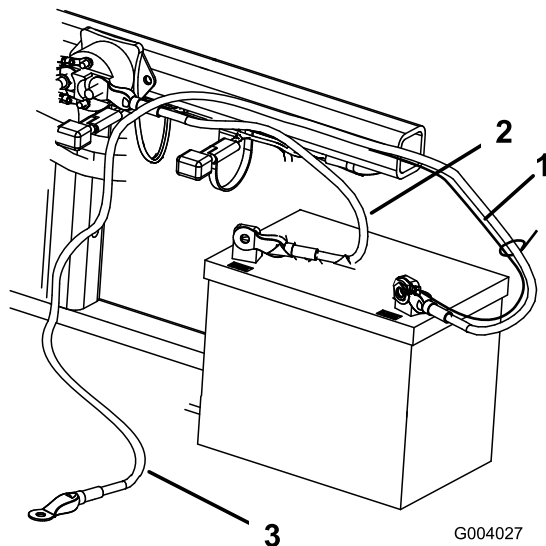

Figura 5
2. Conecte el cable positivo (rojo) al borne positivo (+) con un perno y una contratuerca de 1/4 x 5/8 pulg. (Figura 5).
3. Conecte el cable negro pequeño y el cable negativo (negro) al borne negativo (-) de la batería con un perno (1/4 x 5/8 pulg.) y una contratuerca (1/4 pulgada) (Figura 5).